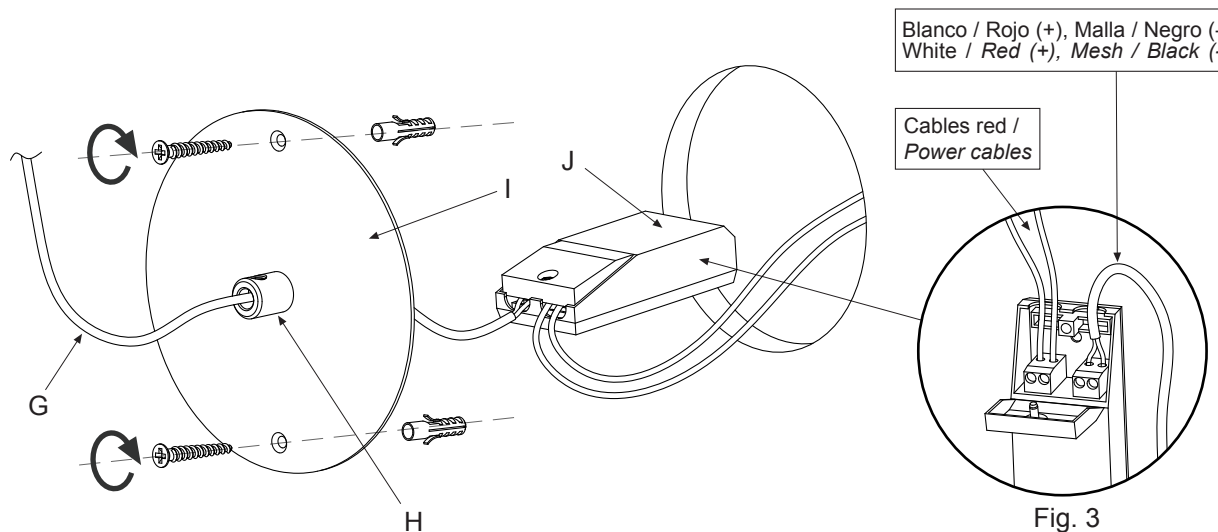

Fig. 3
2. Realizar un agujero en la pared (diámetro máximo 80mm). Pasar el cable eléctrico (G) a través del prensacables (H) de la placa (I). Atornillar el prensacables. Realizar las conexiones eléctricas en el driver (J) incluido tal y como muestra la Fig. 3. Fijar la placa (I) en la pared utilizando los tornillos y tacos suministrados.
2. Make a hole on the wall (maximum diameter 80mm). Pass the electric cable (G) through the wire clamp (H) in the wall plate (I). Tighten the wire clamp. Make the electrical connections in the included driver (J) as shown in Fig. 3. Fix wall plate (I) to the wall by means of the screws and plugs provided.